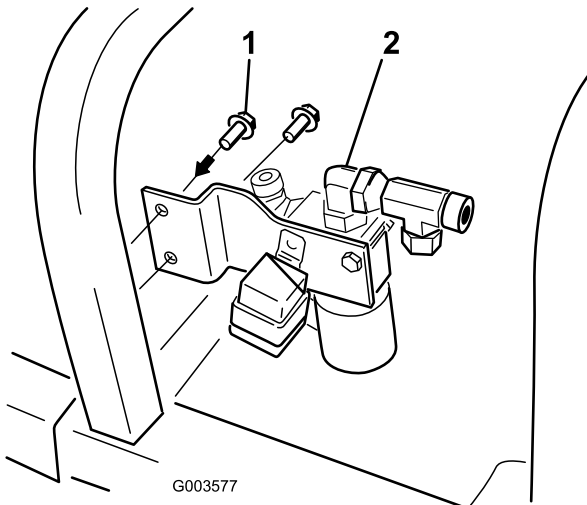

Bild 12
7. Befestigen Sie die Ventilverhaltung mit zwei Blechschrauben (9/32 x 3/4 Zoll) (Bild 12) am Maschinenrahmen.